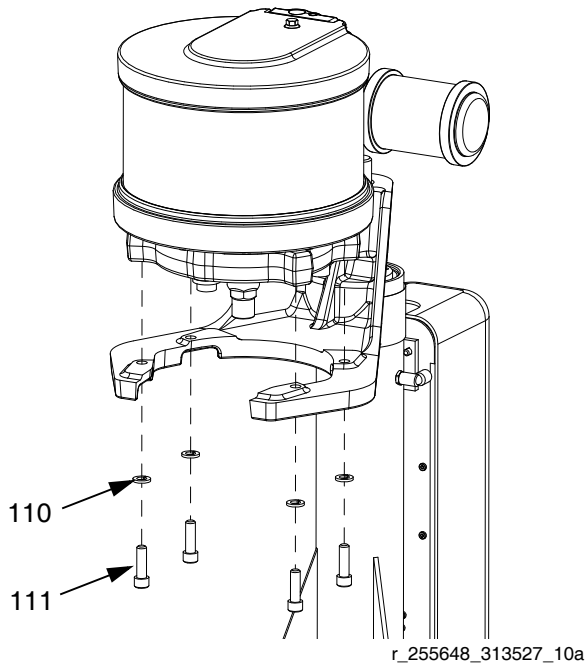

FIG. 28
1. Collegare il motore alla staffa di montaggio con le viti (111) e le rondelle (110). Vedere la FIG. 28.